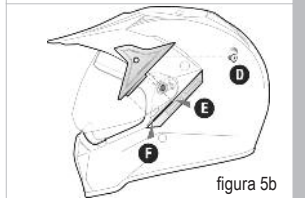

figura 5b
Poner la visera en el mecanismo de modo que el asiento de rotación (G), esté introducido en el anillo de rotación (H). Colocar la cubierta sobre la visera hasta hacer encajar el orificio de la cubierta con el que se encuentra sobre la calota (D figura 5b). Introducir el tornillo B en el orificio y proceder a su apriete. Proceder a volver a montar el cárter exterior teniendo cuidado de encajar los puntos de unión inferior y superior en los asientos correspondientes. Repetir la operación en el lado opuesto. Una vez terminado el montaje controlar que la visera esté firmemente unida al casco, que gire libremente y que se para correctamente en las posiciones de parada efectuando repetidamente algunos movimientos de apertura y cierre. **Si estas condiciones no se producen y el mecanismo de rotación de la visera no funcionara correctamente, abstenerse de usar el casco y dirigirse exclusivamente al personal autorizado de Suomy.**